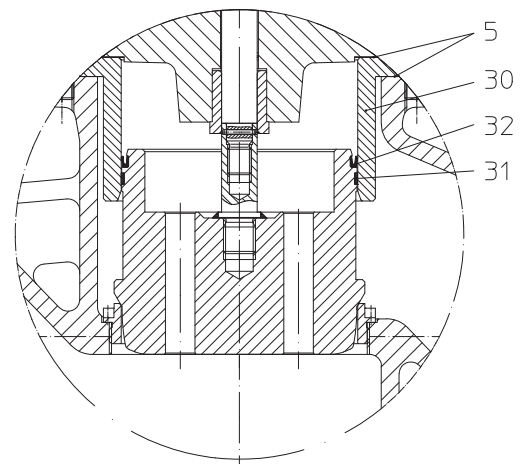

Рис. 11: затвор для понижения давления
- Установите новое уплотнение поршня (поз. 32), соблюдайте правильное монтажное положение (см. Рис. 11).